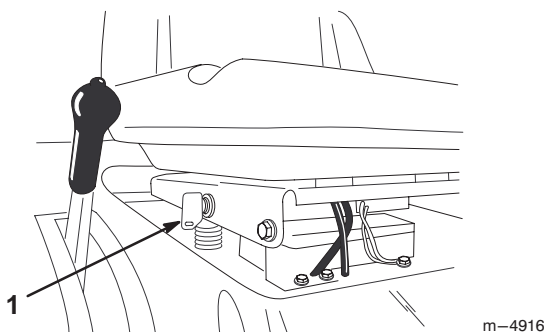

Figure 12
S'il est nécessaire d'utiliser la commande des lames (PdF) en marche arrière, vous pouvez désactiver ce dispositif de sécurité à l'aide du commutateur KeyChoice situé près du support du siège (Fig. 12).
2. Introduisez la clé dans le commutateur KeyChoice (Fig. 12).